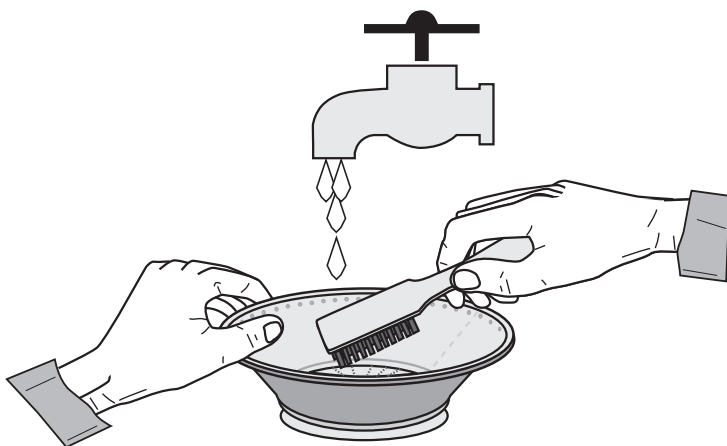

Fig. 8
- Pour pouvoir extraire le maximum de jus, toujours s'assurer que le panier est soigneusement nettoyé en utilisant une brosse en nylon. Pour cela, mettre le panier sous le robinet et brosser la partie intérieure du tamis (voir Fig. 8), puis contrôler en contre-lumière que le tamis n'a pas de trous bouchés. Dans le cas contraire, plonger le panier dans une solution d'eau chaude avec 12% de jus de citron ou de vinaigre pour libérer les trous ou laver le panier en lave-vaisselle.